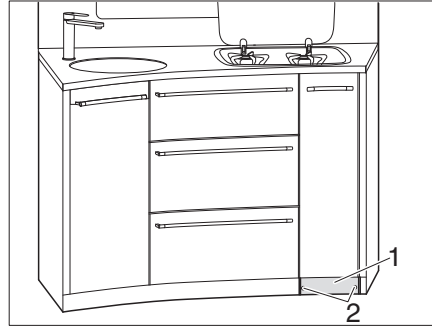

Fig. 120 Svitare lo zoccolo
- Svitare le 2 viti (Fig. 120,2) dello zoccolo (Fig. 120,1).
- Togliere lo zoccolo (Fig. 120,1).